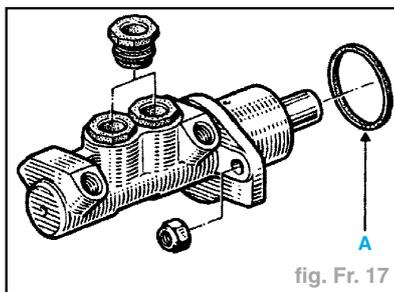

fig. Fr. 17
Nota : Ces véhicules sont équipés de maître-cylindres intégrés au servofrein. L'étanchéité du servofrein est directement lié au maître-cylindre. Lors d'une intervention, il est nécessaire de mettre un joint (A) neuf (fig. Fr. 17).